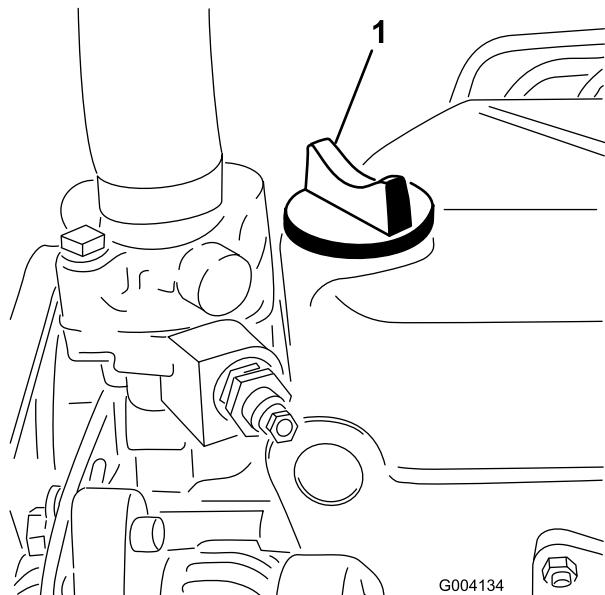

Figura 34
5. Se l'olio non raggiunge la tacca Full, togliete il tappo di riempimento (Figura 34) e aggiungete olio finché il livello non raggiunge la tacca.